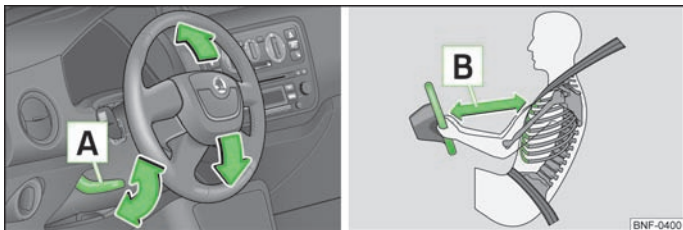

Fig. 60 Volante ajustável: alavanca situada sob o volante / distância segura relativamente ao volante
- Vire para baixo a alavanca **A** » Fig. 60 situada sob o volante.